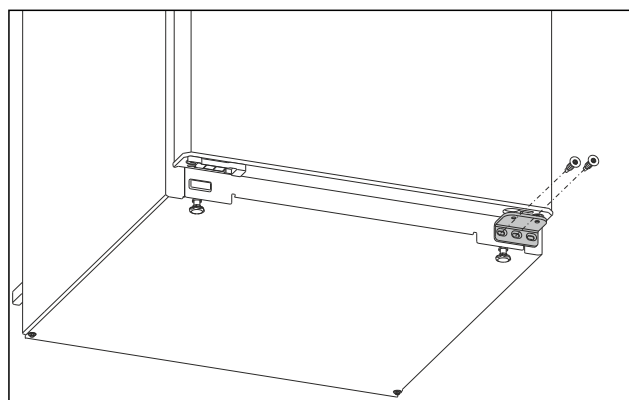

Fig. 6
- Pomocí šroubováku Torx 20 vyšroubujte prostřední šroub na spodním stojanu ložiska. Fig. 6 ()
- Šroubovákem Torx 20 vyšroubujte vnitřní šroub na spodním stojanu ložiska. Fig. 6 ()